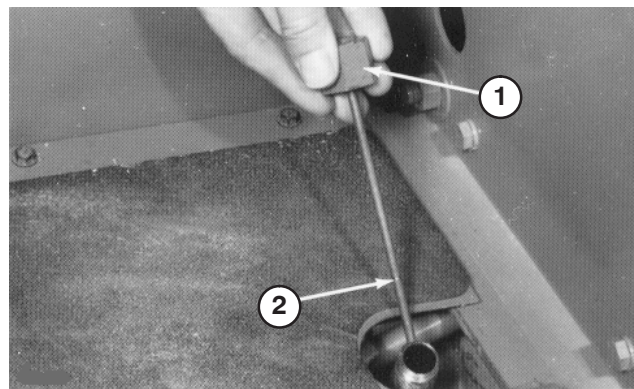

Figure 26
2. Dévissez le bouchon-jauge (Fig. 26) du goulot de remplissage et essuyez la jauge sur un chiffon propre. Vissez le bouchon-jauge à la main dans le goulot de remplissage. Sortez de nouveau la jauge et vérifiez le niveau d'huile. Si le niveau est à plus de 13 mm du repère sur la jauge (Fig. 26), versez une quantité d'huile suffisante pour faire monter le niveau jusqu'au repère. **Ne remplissez pas excessivement.** Le niveau ne doit pas monter à plus de 13 mm au-dessus du repère.